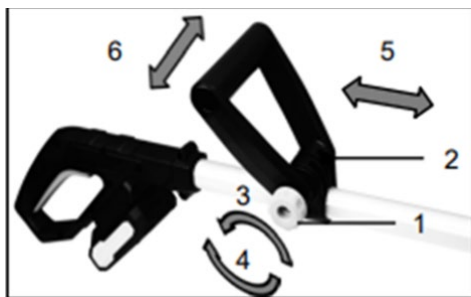

Рисунок 3. Схема регулювання додаткового руків'я.
3. Для зміни кута нахилу додаткового руків'я (рис. 3):
- послабити гайку (1, рис. 3) проти годинникової стрілки (3, рис.3);
- відрегулювати кут нахилу додаткового руків'я (5; 6, рис. 3);
- зафіксувати руків'я в необхідному положенні гайкою (4, рис. 3) до упору.